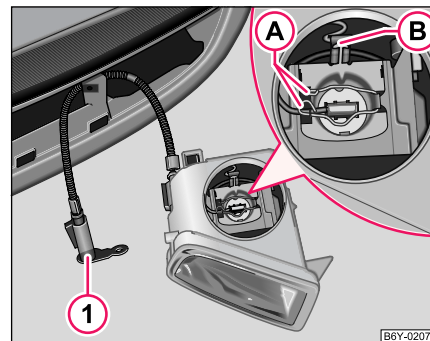

Abb. 160 Ausbau der Glühlampe für Nebelscheinwerfer
- Trennen Sie die Steckverbindung ② ⇒ Seite 222, Abb. 160.
- Federdrahtbügel ③ der Lampenhalterung zusammendrücken und abklappen.
- Federdrahtbügel ④ über den Lampenteller klappen. Federdrahtbügel zusammendrücken und wieder verrasten.
- Die Steckverbindung ② zusammenstecken.